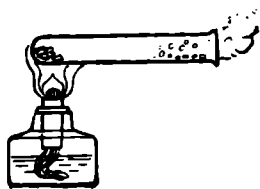

Рис. 123. Обезвоживание медного купороса.
■ **Опыт 1.** Нагрейте несколько кристалликов медного купороса в пробирке, держа ее почти горизонтально, но так, чтобы доньшко было немного выше отверстия (рис. 123), чтобы капли выделяющейся воды не могли стечь на горячие стенки пробирки.